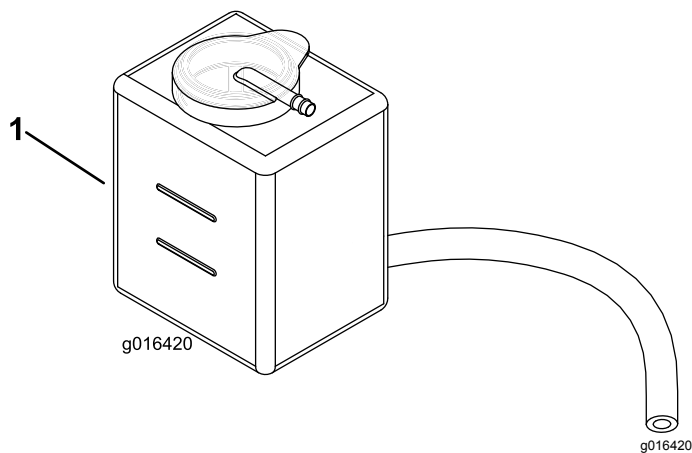

Bild 43
2. Prüfen Sie den Kühlmittelstand (Bild 43).